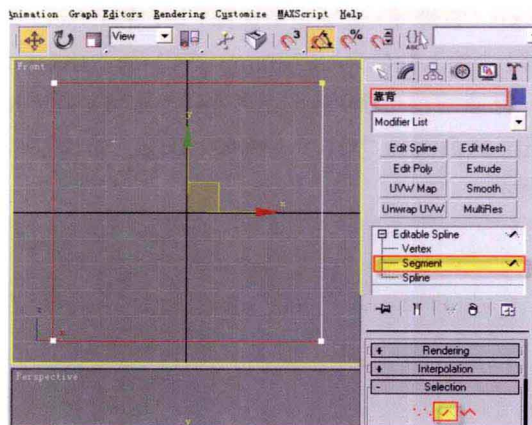

图1-5
⑤ 将转换成可编辑样条线的矩形命名为“靠背”。在前视图中, 激活“靠背”对象的Segment (线段) 层级, 在Segment层级下, 选择如图1-5
所示的Segment (线段), 按键盘上的【Delete】(删除) 键进行删除, 如图1-5所示。